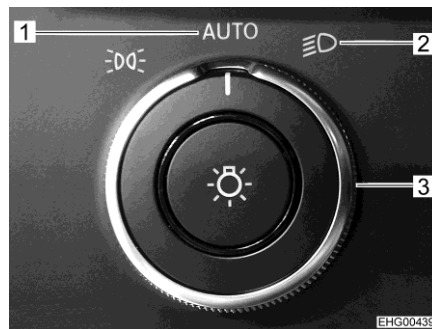

Bild 12 Roterande ljusbrytare
- Vrid Mercedes-ljusbrytaren (Bild 12,3) till läget "AUTO" (Bild 12,1) eller till läget för halvljus (Bild 12,2).